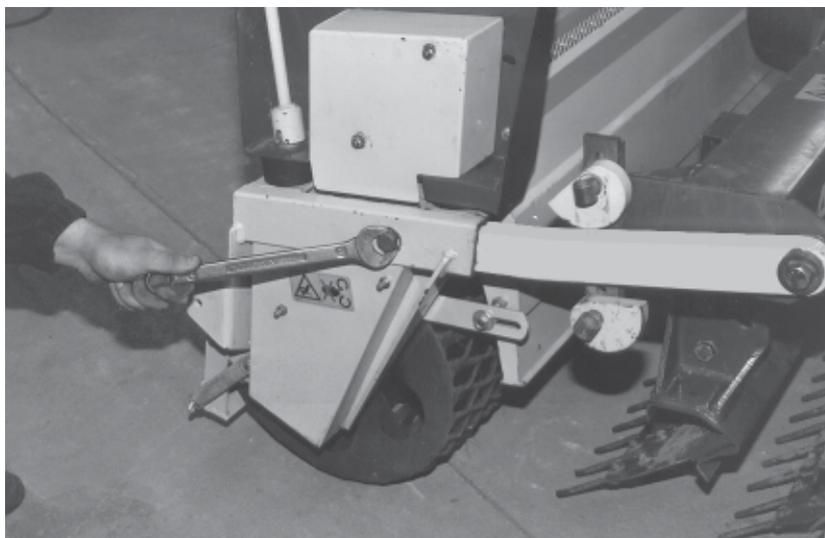

Abb. 8
- Entfernen Sie die Sicherungsschrauben der Arme (Abb. 8).